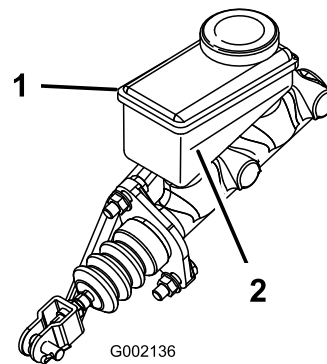

Bild 53
3. Lesen Sie den Flüssigkeitsstand am Stutzen an der Seite des Behälters ab (Bild 53).
- B. Füllen Sie DOT 3-Bremsflüssigkeit in den Behälter, bis der Füllstand über der Minimum-Markierung liegt (Bild 53).